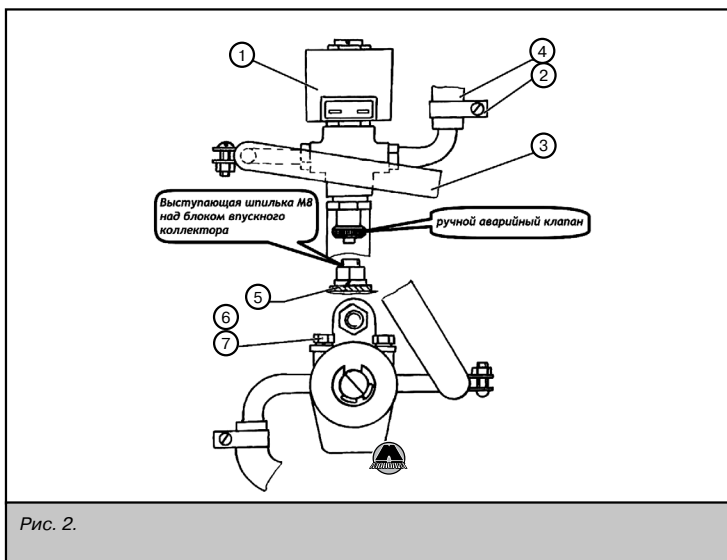
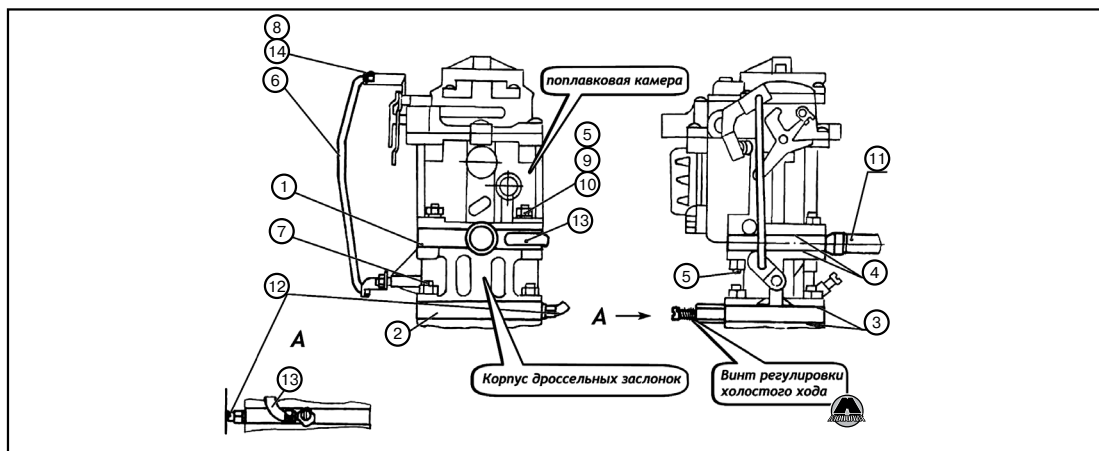

Рис. 2.
Рис. 5. Установка проставок-смесителей.
Закрепить шланг подачи газа от редуктора к проставке основной на рис.5 (1) карбюратора при помощи 2-х хомутов. Закрепить вакуумный шланг от редуктора к нижней проставке на рис.5 (2) карбюратора при помощи 2-х хомутов. Закрепить шланг (13) холостого хода, соединяющий основную проставку (1) и нижнюю проставку (2) при помощи двух хомутов. Закрепить шланг подачи газа от редуктора высокого давления на рис.4 (23) к ЭМК газа с фильтром при помощи двух ниппелей уплотнительных на рис.2 (6) и накидных гаек (7). Причем конец шланга с ниппелем, изогнутым под углом 90°, присоединить к входному штуцеру (14), пропустить шланг, внутрь кронштейна (5) и изогнув, подсоединить второй конец с прямым ниппелем к выходному штуцеру редуктора высокого давления на рис.4 (23).
Соединить демонтированным шлангом (рис.4, поз. 14) кран отопителя и штуцер (4) кронштейна редуктора высокого давления (8) и закрепить при помощи снятых ранее хомутов. Соединить штуцер (4) выхода теплоносителя из кронштейна (8) и патрубок отопителя трубой (11) при помощи шланга (15,13) и закрепить 4-мя хомутами (3). Закрепить шланг на рис.4 (12) аварийного сброса газа от штуцера (5) редуктора высокого давления к тройнику (9) при помощи 2-х хомутов (2). Закрепить шланг на рис.3 (16) отвода газа от предохранительного клапана к тройнику (9) при помощи 2-х хомутов (2). Закрепить шланг на рис.4 (17) отвода газа от тройника (9) при помощи хомута поз.2 и на раме при помощи 2-х скоб на рис.2 (3), болтов (4), гаек (5) и шайб (6).
- собрать ЭМК бензина (рис.2, (1)) с кронштейном поз.5 при помощи 2-х болтов (6) и шайб (7). Установить ЭМК бензина с кронштейном на выступающей шпильке М10 над блоком впускного коллектора, предварительно сняв гайку и шайбу. Соединить повернутую вниз выходную трубку фильтра тонкой очистки бензина с входной трубкой ЭМК бензина шлангом (3). Соединить выходную трубку ЭМК бензина с входной трубкой карбюратора шлангом (поз.4).
**Крепление шлангов ЭМК подвода и отвода бензина выполнять четырьмя хомутами (2).**